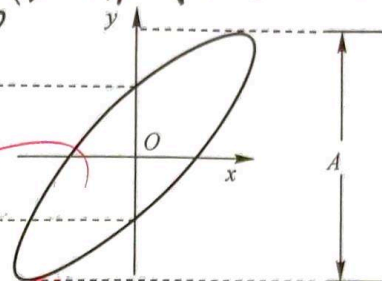

图 18-3
2. 将 U_c 和 U_i 分别输入示波器的 X 和 Y 轴, 示波器显示模式调整为 Y-T 模式, 这时在示波器上显示如图 18-3 所示。(写出相位差公式并说明公式中各量的物理意义。)